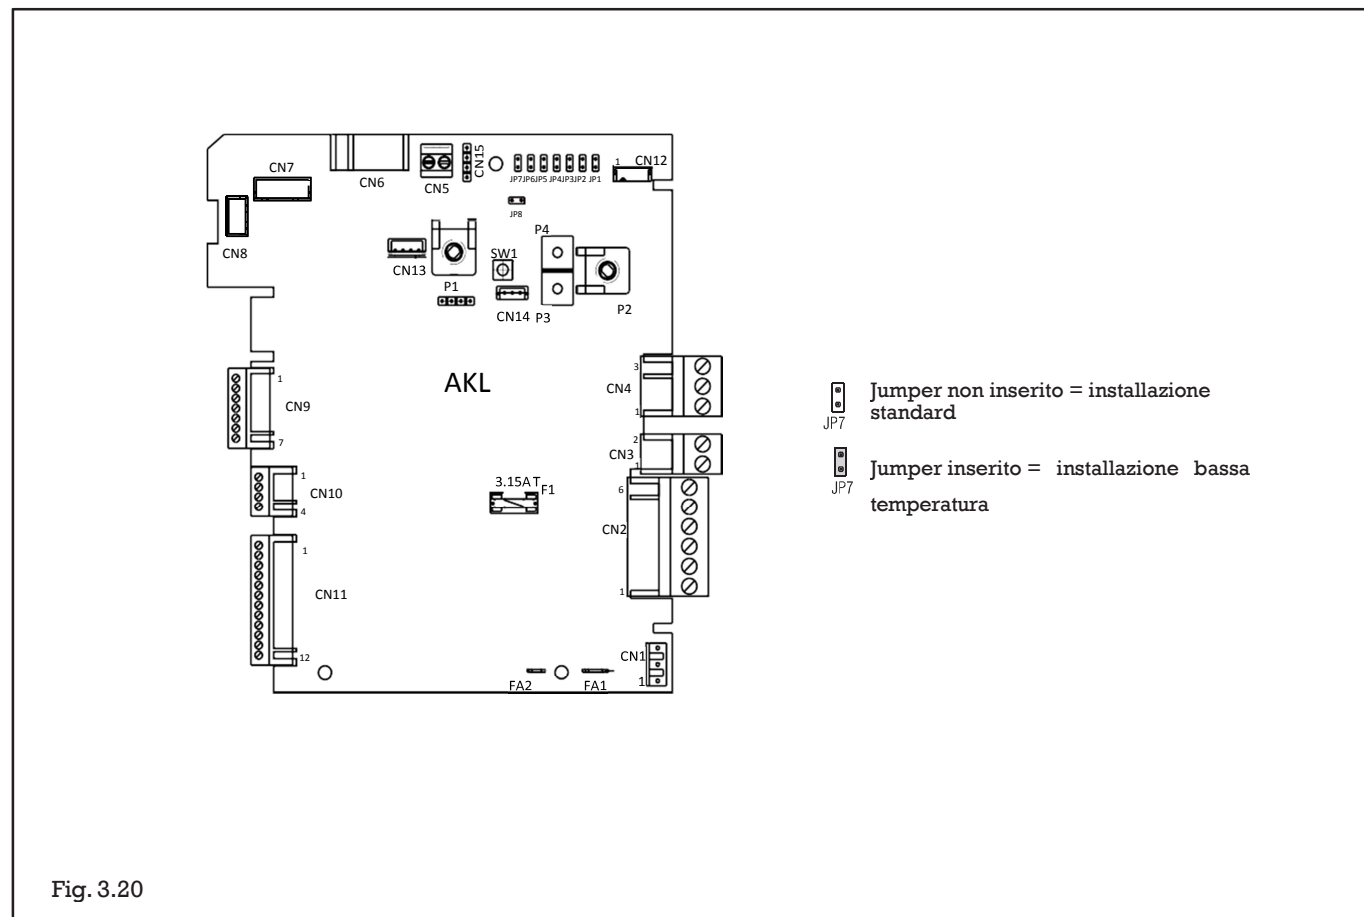

Fig. 3.20
**JP7** Abilitazione gestione impianti standard/bassa temperatura (fig. 3.20):